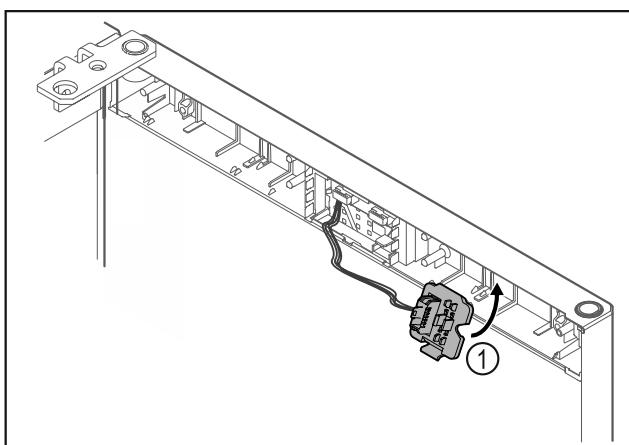

Fig. 15
- Nofiksējiet spraudņa turētāju Fig. 15 (1) pretējā pusē.